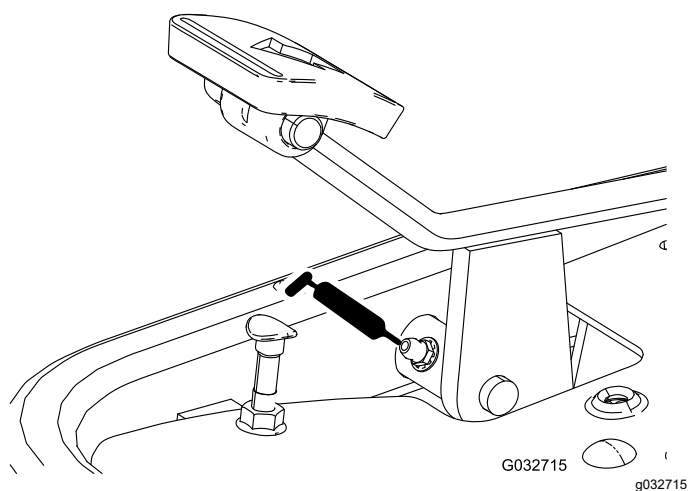

**Figure 35**
- Pédale de déplacement (Figure 35)